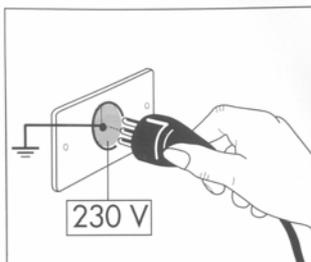

Fig. 1
- Assicurarsi che l'impianto elettrico di rete (230 V) sia munito di presa a terra, secondo quanto prescritto dalle normative esistenti in materia (**Fig. 1**)